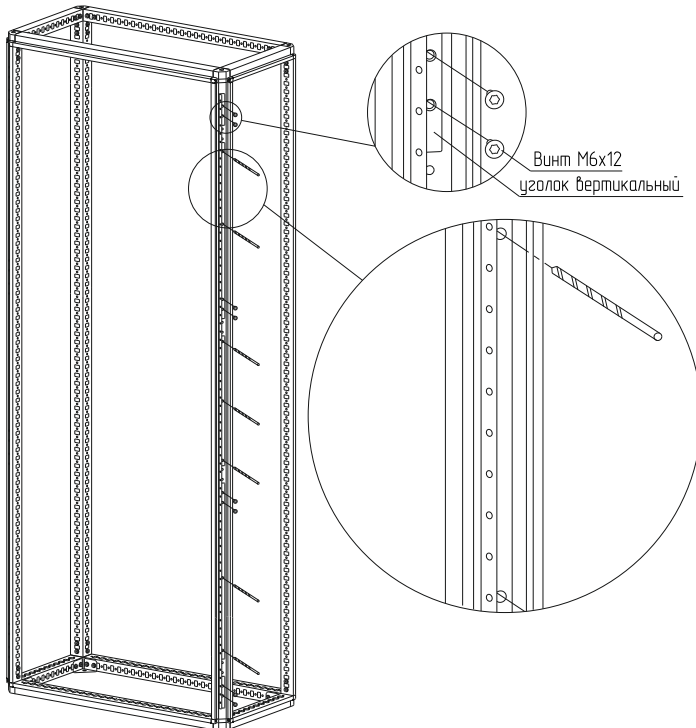

Рисунок 50
4.26.2 Закрепите уголок вертикальный с той стороны, в которую будут открываться двери с помощью винтами М6х 12 (рисунок 50), момент затяжки – 7 Н·м и просверлите 7 дополнительных отверстий в несущей стойке сверлом диаметром 5,4 мм.